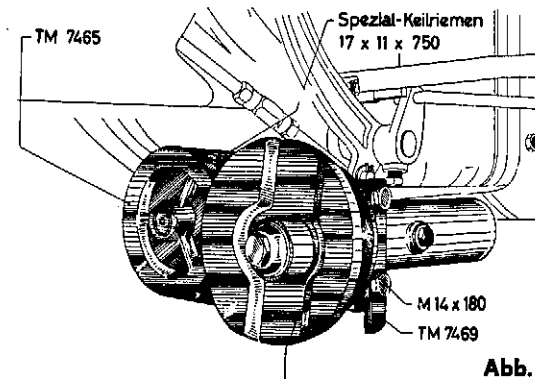
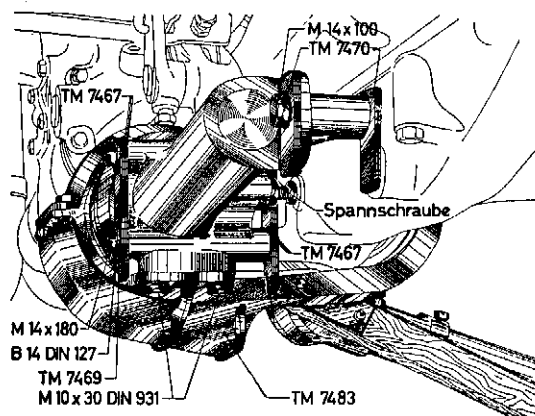
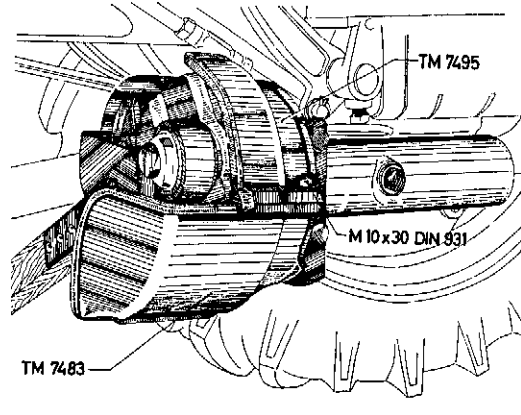

Abb. 2
Abb. 3
Abb. 13
2. Bevor das Vorgelege am Getriebegehäuse des Schleppers angeschraubt wird, muß die Unterlage TM 7469 (ohne Schlitz) an der äußeren Seite des Vorgeleges aufgelegt und dann die beiden Sechskantschrauben M 14 x 180 durchgesteckt werden (Abb. 2). Ohne Spannbeilagen TM 7467 wird nun das Mähantriebsvorgelege am Schleppergehäuse mit den lose aufgesetzten Sechskantschrauben M 14 x 180 bis ganz an das Getriebegehäuse angeschoben. Die beiden Spezialkeilriemen 17 x 11 x 750 (Abb. 2), dürfen **nicht gewaltsam** aufgelegt werden. Mit Hilfe der Spannschraube (Abb. 3) wird das Vorgelege so weit vom Getriebegehäuse abgedrückt, bis die Keilriemen die erforderliche Spannung haben. Dann wird die erforderliche Anzahl von Spannbeilagen TM 7467 zwischen Schleppergehäuse und Mähantriebsvorgelege geschoben. Die restlichen Spannbeilagen TM 7467 sind zwischen die Unterlage TM 7469 und dem Vorgelegegehäuse gemäß Abb. 3 zu legen. Die hintere Befestigungsschraube M 14 x 100 ist gemäß Abb. 3 einzusetzen. Hierbei ist zu beachten, daß die Anzahl der Unterlagen TM 7470 zwischen dem Vorgelege und dem Getriebegehäuse genau der Anzahl der vorderen Spannbeilagen TM 7467 entspricht.
12. Der **untere Schutzkasten** TM 7483 wird mit den Sechskantschrauben M 10×30 und den dazugehörigen Federringen B 10 am Vorgelege gemäß Abb. 3 befestigt. Der **obere Schutzkasten** TM 7495 wird mit einer Sechskantschraube M 10×30 sowie Sechskantmutter und Federring am unteren Schutzkasten TM 7483 befestigt (Abb. 13).
Aus Gründen der Sicherheit ist nur der untere Haken der Verbindungsstange längseinstellbar und erst nach Trennung der Verbindungsstange vom Handhebwerk möglich. Wenn der Mähbalken in Fahrtstellung gezogen worden ist, wird der Handhebel des Handhebwerkes so weit nach vorn durchgedrückt, bis die Rastklinke in den ersten Zahn am Handhebwerk einrastet. Durch leichtes Andrücken des Mähbalkens von Hand kann dann die Verbindungsstange vom Handhebwerk abgehängt werden. Danach ist es erst möglich die Verbindungsstange auf die gewünschte Länge einzustellen (Abb. 13).
Es ist wichtig und unerläßlich, daß das Mähwerk mit Handbedienung niemals abgebaut wird, wenn der Mähbalken auf dem Boden liegt. **Der Abbau ist grundsätzlich nur bei hochgezogenem Mähbalken vorzunehmen.** Dabei wird der Handhebel des Handhebwerkes so weit nach vorn durchgedrückt, bis die Rastklinke in den ersten Zahn am Handhebwerk einrastet. Nur so kann die Verbindungsstange bei leichtem Andrücken des Mähbalkens von Hand vom Handhebwerk abgehängt werden (Abb. 13).